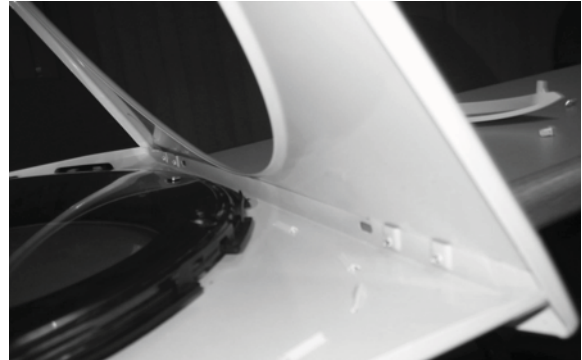

Figure 11
12. Installez à nouveau la Porte externe au joint interne de la porte. (Figure 11)
13. Installez quatre (4) vis pour tenir la charnière dans sa nouvelle situation, en assurant que la charnière ait l'orientation correcte.
14. Installez quatre (4) vis dans les trous où était soumise la charnière.